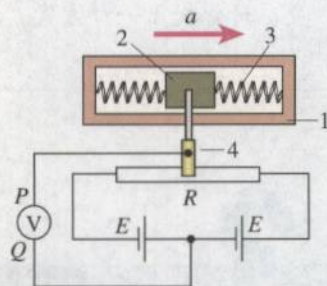

图6.2-10 自制加速度计
1. 某同学设计了一个加速度计,如图6.2-10所示。较重的滑块2可以在光滑的框架1中平移,滑块两侧用弹簧3拉着; R 为滑动变阻器,4是滑动片,它与电阻器任一端间的电阻值都与它到这端的距离成正比。这个装置实际上是一个加速度传感器。